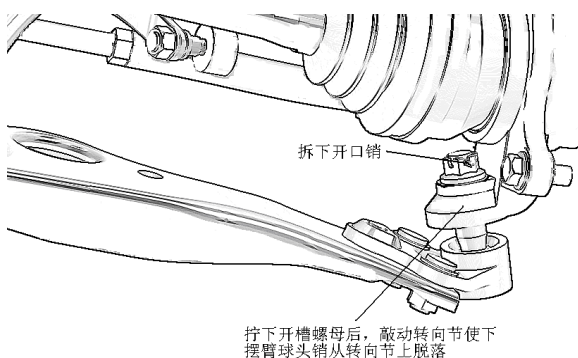

图 5.1-14
- (1) 下摆臂总成的拆卸
- ① 旋转转向盘以便移动相应前轮至最小侧位置。
② 如图 5.1-14 所示，从球头螺柱上拆卸开口销。